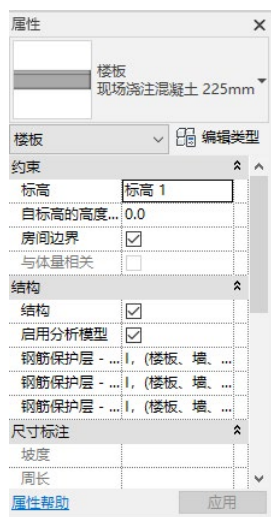

图 11-2 “属性”选项板
- (2) 在“属性”选项板中选择“楼板现场浇注混凝土 225mm”类型，如图 11-2 所示。